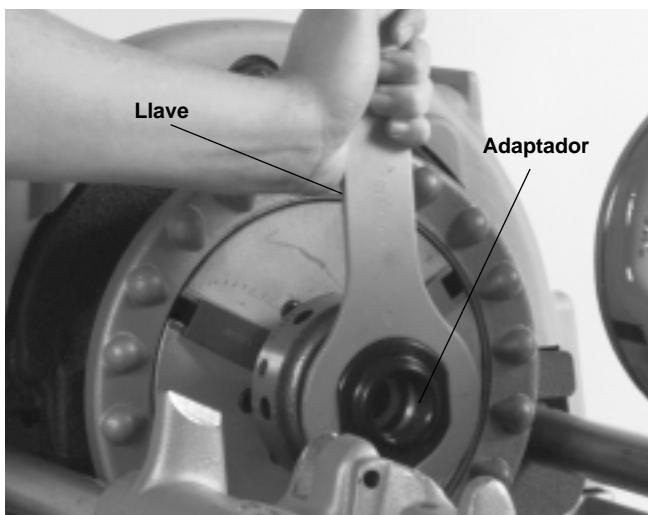

Figura 20 – Instalación del cuerpo del mandril niplero
2. Coloque el cuerpo del Mandril Niplero (*Figura 20*) en el mandril de la máquina Roscadora, sujetando las estrías de la mordaza. Apriete el mandril con giros secos del volante.
4. Escoja un adaptador niplero del tamaño apropiado y enrósquelo a mano en el mandril niplero (*Figura 20*). Apriételo con la llave incluida con el mandril niplero.